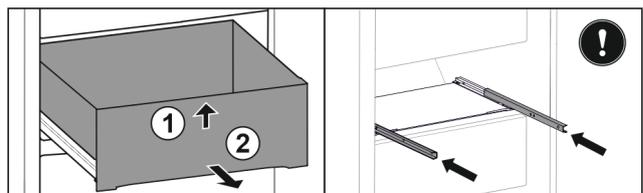

Fig. 132
- Soulever la partie avant du tiroir. Fig. 132 (1)
- Retirer le tiroir par l'avant. Fig. 132 (2)